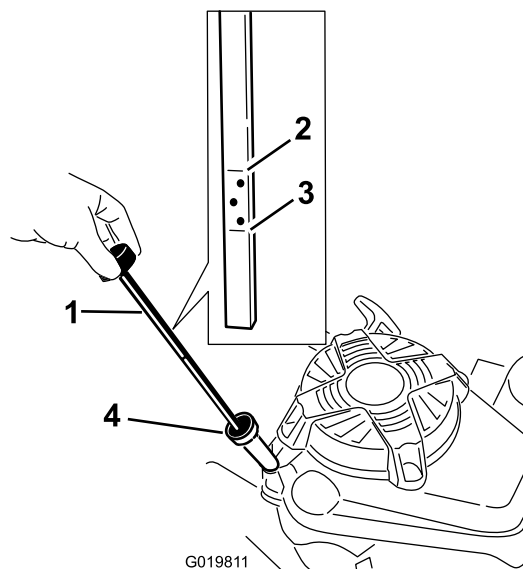

Figure 6
3. Si le carter est vide, versez de l'huile dans le goulot de remplissage jusqu'à ce que le carter soit rempli aux 3/4 (Figure 6).
6. Observez le niveau d'huile indiqué par la jauge (Figure 6).